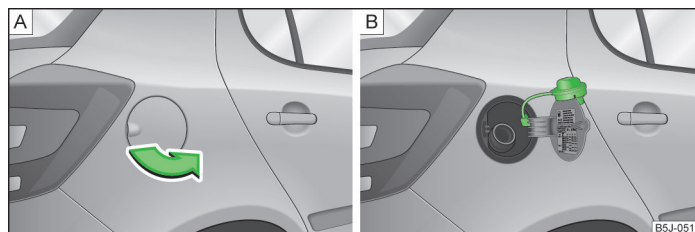

Abb. 122 Fahrzeugseite hinten rechts: Tankklappe / Tankklappe mit aufgeschraubtem Verschluss
Auf der Innenseite der Tankklappe sind die für Ihr Fahrzeug vorgeschriebenen Kraftstoffsorten angegeben » Abb. 122 auf Seite 163 - [B].
- Die Tankklappe mit der Hand aufklappen » Abb. 122 - [A].
- Den Tankverschluss linksherum herausdrehen und von oben auf die Tankklappe stecken » Abb. 122 - [B].